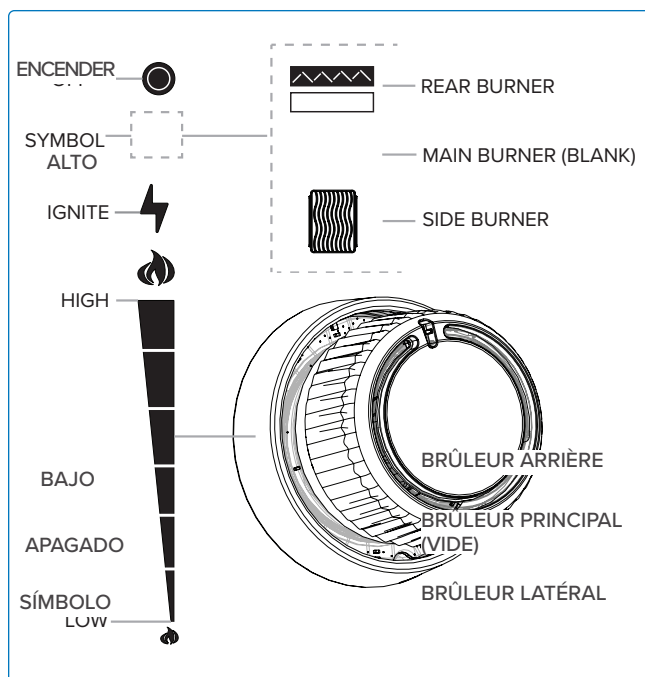

Fig. 7
2. Appuyez et tournez lentement n'importe quel bouton du brûleur principal dans le sens antihoraire jusqu'à la position HAUTE jusqu'à ce que la veilleuse s'allume. Continuez à appuyer sur le bouton de commande jusqu'à ce que le brûleur s'allume, puis relâchez (**Fig. 6A & Fig. 7**).
- Si le brûleur ne s'allume pas dans les 5 secondes – tournez le bouton de commande du brûleur dans le sens horaire jusqu'à la position ARRÊT. Attendez 5 minutes. Répétez les étapes 2 et 3 (**Fig. 6E & Fig. 7**).